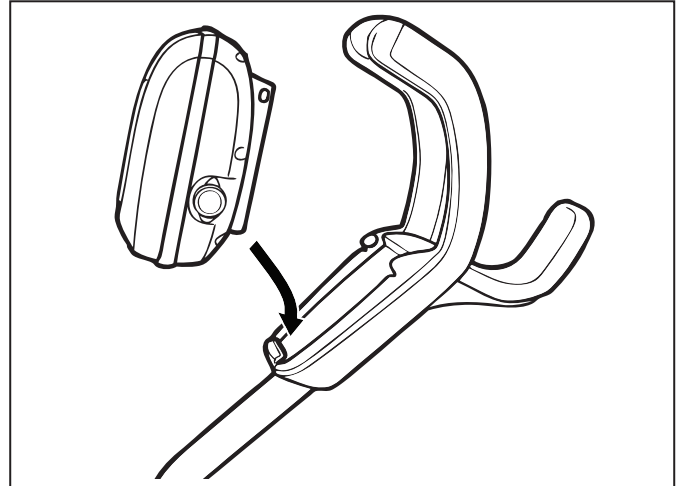

Figure 9. Aligner le module de commande sur l'attache du chariot
1. Aligner le dessous du module de commande sur l'encoche au bas de l'attache du module de commande sur le chariot (Figure 9).